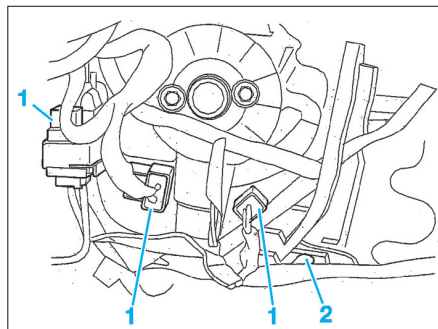

Fig. 9
- Après avoir déposé le conduit d'air côté conducteur, déposer les connecteurs (1) et l'agrafe (2) (Fig.9).